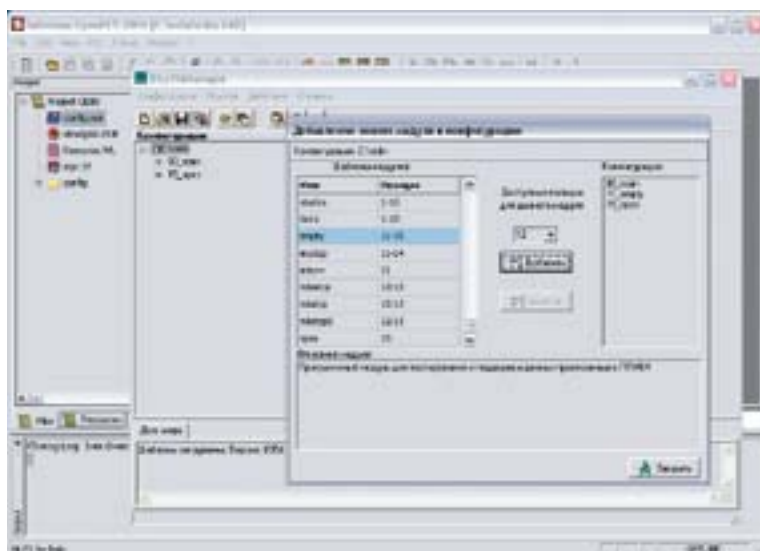

Рис. 2. Формирование набора модулей
- добавляем модуль 11\_empty (рис. 2).